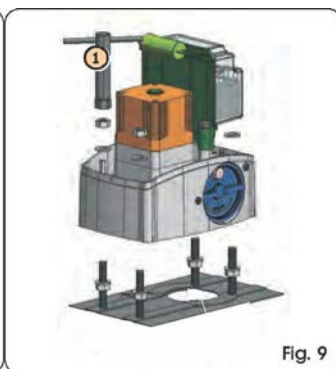

Fig. 9
2. Plasati dispozitivul pe placă folosind șaibele și șuruburile din dotare conform Fig.9, utilizând o cheie tubulară în dotare (Fig.9rif 1)